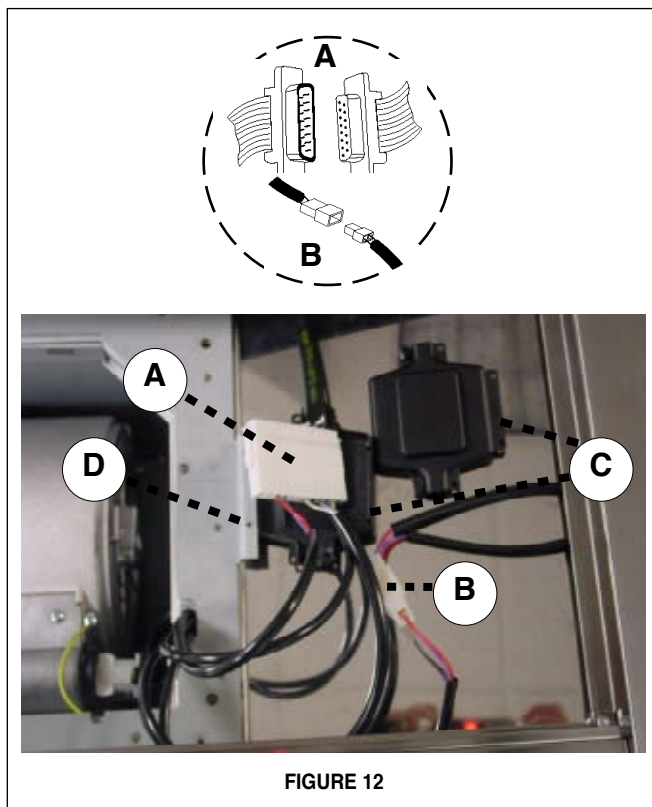

FIGURE 12
5. Connecter le CONNECTEUR DES COMMANDES (**A de la FIGURE 12**) et le CONNECTEUR DES SPOTS (**B de la FIGURE 12**). Insérez le CONNECTEUR DES COMMANDES (**A de la FIGURE 12**) dans la BOÎTE DE CONNECTEUR en plastique noire (**C de la FIGURE 12**) en reliant les deux morceaux en plastique noirs à l'aide des quatre vis fournies. L'utilisation des deux plus longues vis a fourni, attache la BOÎTE DE CONNECTEUR assemblée à la BRIDE EN MÉTAL (**D de la FIGURE 12**).